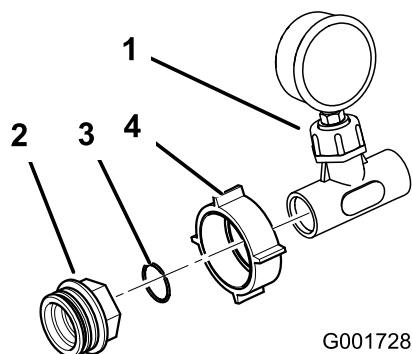

Figur 14
13. Vikl teflontape omkring trykmålerens gevind. Monter de små plastmøtrikker og reduktionsrør på trykmåleren. Brug en sekskantet nøgle til at skrue reduktionsrøret på trykmåleren (Figur 14).
14. Monter trykmålerens samling på plast-T-stykket (Figur 14).